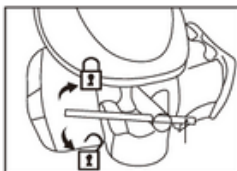

Abb. 30
- Lösen Sie die Zündkerze, indem Sie sie mit dem Zündkerzenschlüssel (33) gegen den Uhrzeigersinn drehen, und nehmen Sie sie anschließend vorsichtig heraus (Abb. 30).